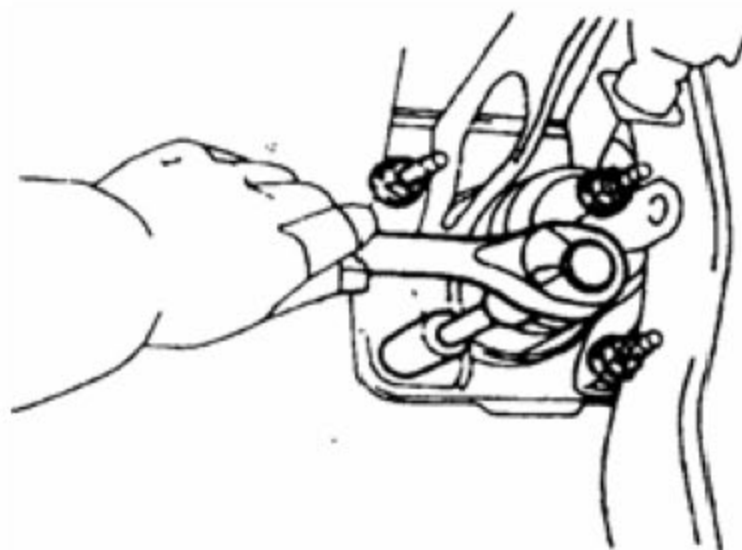

图3-10
- c). 拆下 4 个螺母和制动踏板支架，如图 3-10 所示。
- a). 用 4 个螺母安装制动踏板支架（见图 3-10），拧紧力矩： $13\text{N} \cdot \text{m}$ 。